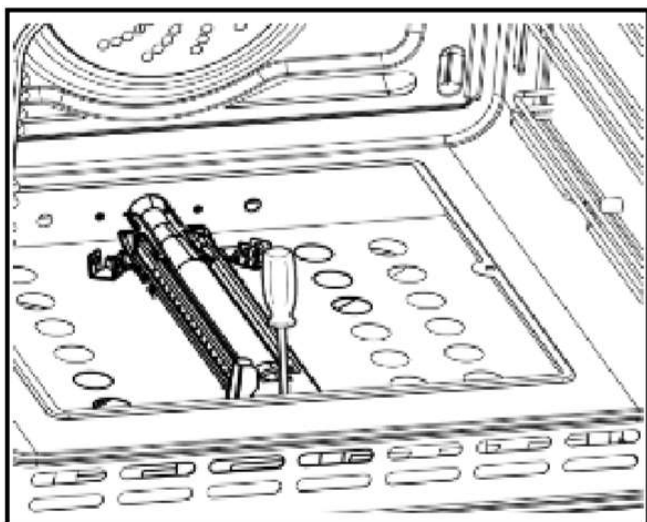

Рис. 10
- Открутите болты и снимите болт горелки "А" (Рисунок 10).